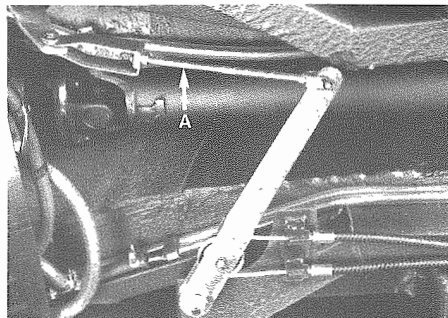

Fig. 1 - A - Tirante di registro cavi e leveraggi
- Il gioco tra pastiglie ausiliarie freno a mano e dischi posteriori viene ripreso automaticamente. L'unico gioco da riprendere è quello eventualmente generatosi sui leveraggi e cavi: esso può essere ripreso variando la lunghezza del tirante A (**Fig. 1**).
- The play between auxiliary pads of hand brake and rear discs is automatically restored. The only play to be adjusted is the one that may occur in levers and cables: the correct play can be restored by acting on the rod length A (**Fig. 1**).